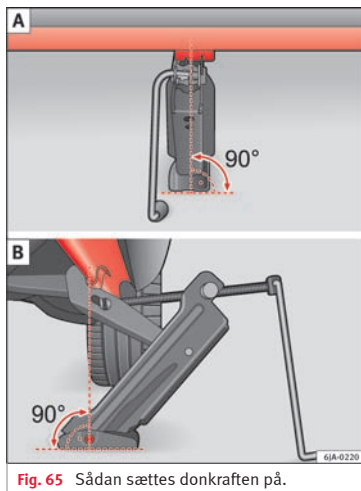

Fig. 65 Sådan sættes donkraften på.
- Stil donkraften således, at dens griber får fat i kanten på panelet »» Fig. 65 – B under markeringen på panelet.
- Sørg for, at donkraftens bundplade står på et lige underlag, og at den befinder sig i lodret position »» Fig. 65 i forhold til det punkt, hvor dens griber tager fat i kanten på panelet.